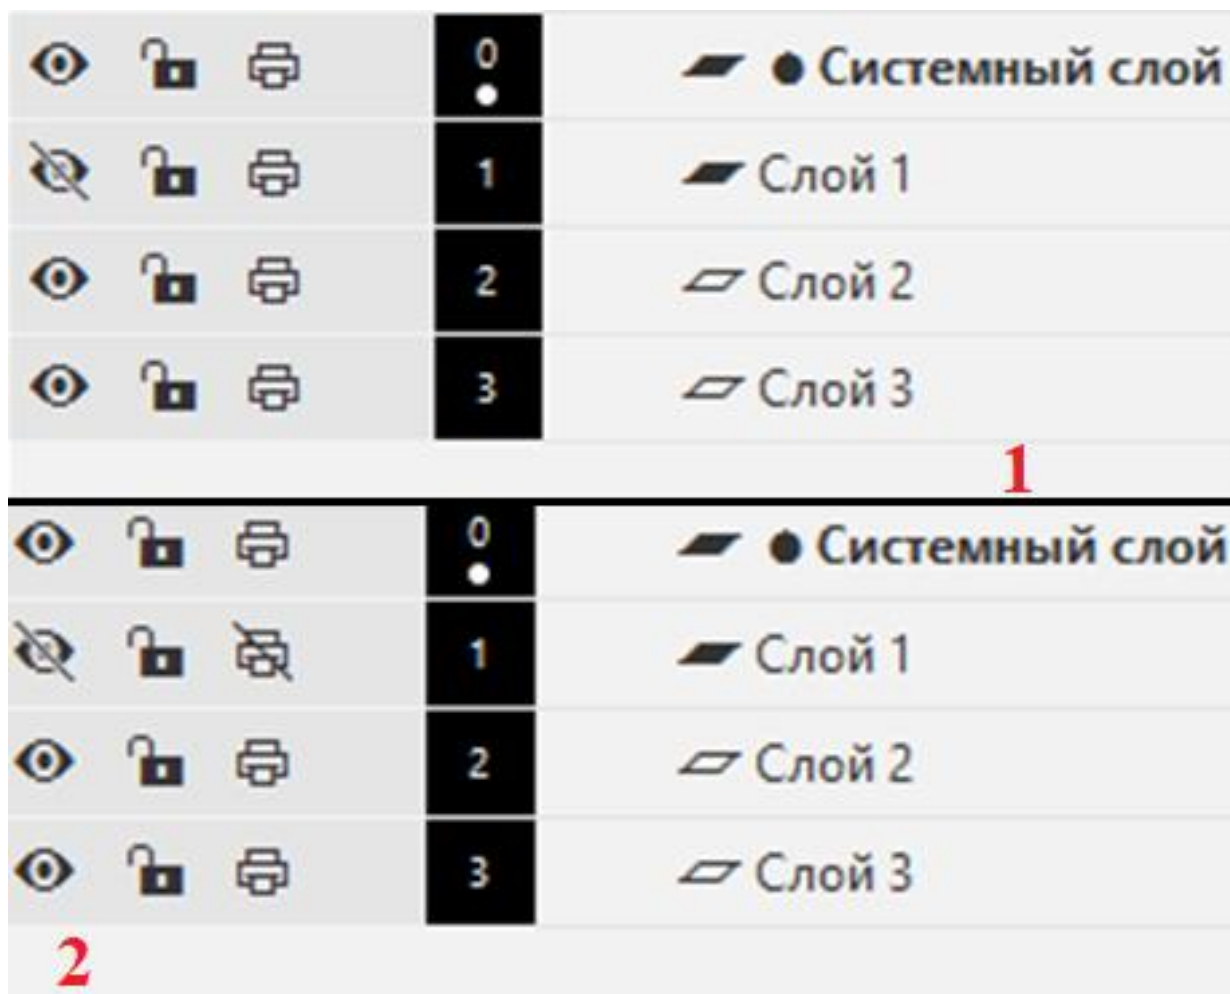

Рисунок 85 – Работа со слоями:
Чтобы скрыть из рабочего пространства все ненужные элементы других слоев достаточно нажать на кнопку глаза рядом со слоем. Когда появляется перечеркнутый знак, изображение этого слоя не выводится на экран, как показано на рис. 85 (1). При этом изображение на отключенном слое будет выводиться на печать.
Для того, чтобы отключенное изображение не выводилось на печать необходимо нажать на значок принтера рядом со слоем, как показано на рис. 85 (2). Когда появляется знак перечеркнутого принтера, изображение со слоя на печать не выводится.